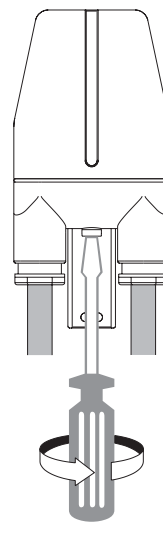

fig. 7
- Die Kappe durch Anziehen der an der Unterseite des Sockels befindlichen verlustsicheren Schraube befestigen. Die Schraube fest anziehen, bis die Kappe auf die Dichtung drückt und somit den hermetischen Verschluss garantiert (Abb. 7).